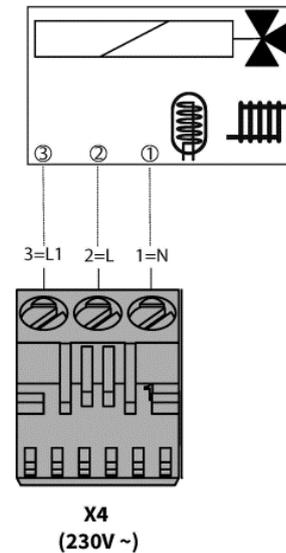

Abb. 21: Anschluss 3-Wege-Umschaltventil
- ➔ Schließen Sie das 3-Wege-Umschaltventil gem. Abb. 21 an (z.B. VC4013: (3=L1=geschaltet=schwarz, 2=L=Dauerphase=braun, 1=N=blau).